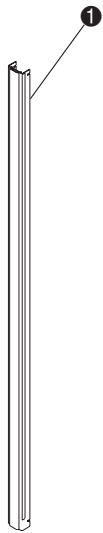

Figure 2-16. Installation du joint d'étanchéité en mousse
❶ Panneau d'habillage avant installé
10. Du côté gauche et droit de l'ensemble d'habillage avant, installez deux morceaux de garniture de mousse de 171 cm, comme l'illustre la Figure 2-16.